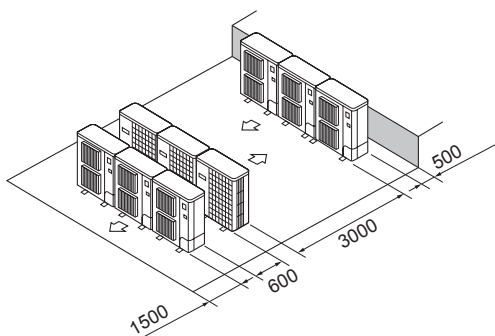

Fig. 2-17
- ⑥ Razvrstitev več vzporednih enot (Fig. 2-17)